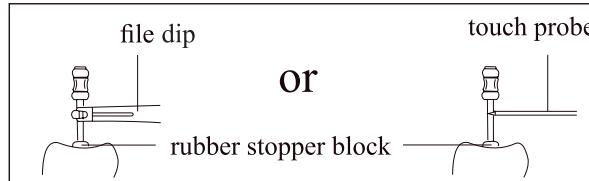

Abbildung 23
4.2.6 Wenn die Feile den Apex erreicht, stellen Sie das Gummiteil an der Endofeile auf den Referenzpunkt ein (Inzisalkante oder Fossakante), ziehen Sie dann die Endofeile heraus und messen Sie die Länge zwischen der Oberseite der Feile und dem Gummiteil, dies ist die Arbeitslänge des Zahns. Es kann auch mit der Tastsonde anstelle der Feilenklemme verwendet werden, wenn es unbequem ist, die hinteren Zähne zu messen [Abbildung 23].